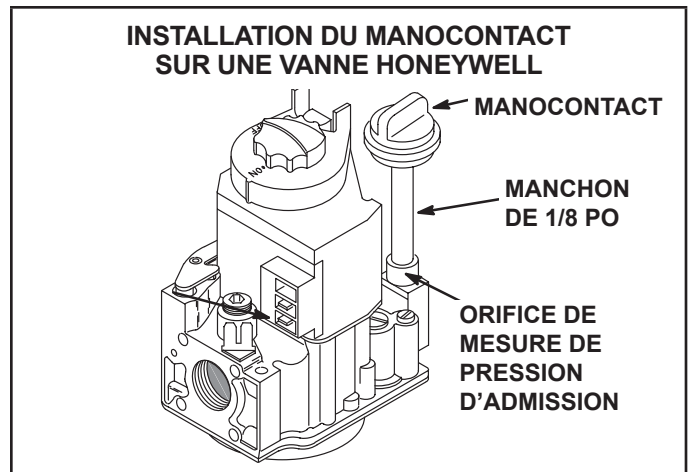

Figure 6
- 3 - Retirer la vis à tête de l'orifice de mesure de la pression d'entrée de la vanne de gaz. Appliquer un agent d'étanchéité sur les filets du manchon en fonte de 1/8 po et visser l'ensemble manoccontact/manchon en fonte dans l'orifice de mesure de la pression d'entrée de la vanne de gaz. Voir les Figures 2 et 3 pour l'emplacement de la vis de réglage de la pression du gaz. Les Figures 6 et 7 représentent les manoccontacts installés.